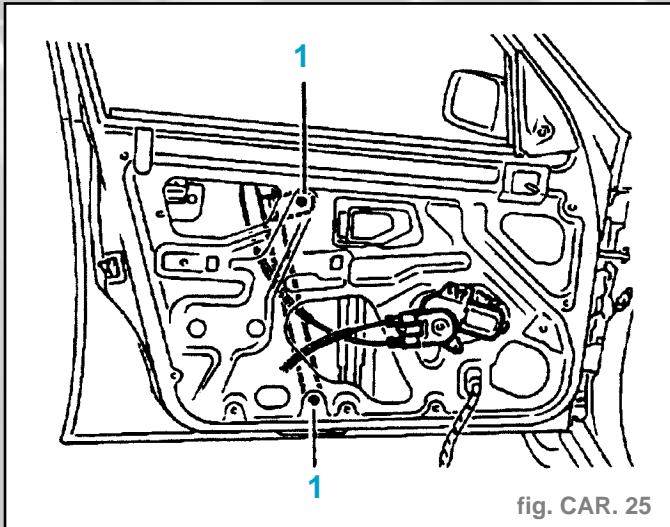

fig. CAR. 25
- Déposer les fixations (1) (fig. CAR. 25).